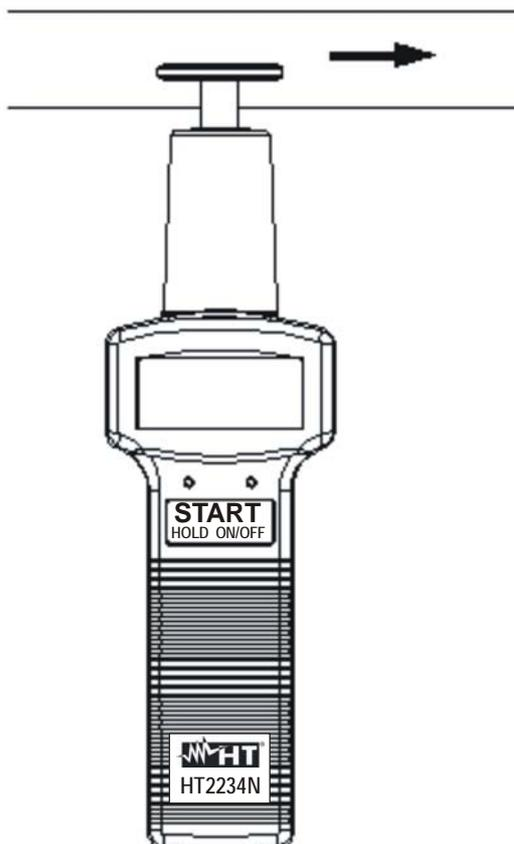

Fig. 4: medida de velocidad en un superficie
4. Posicionar el adaptador mecánico de contacto a la superficie de que se quiere medir la velocidad de rotación como en la Fig. 4: